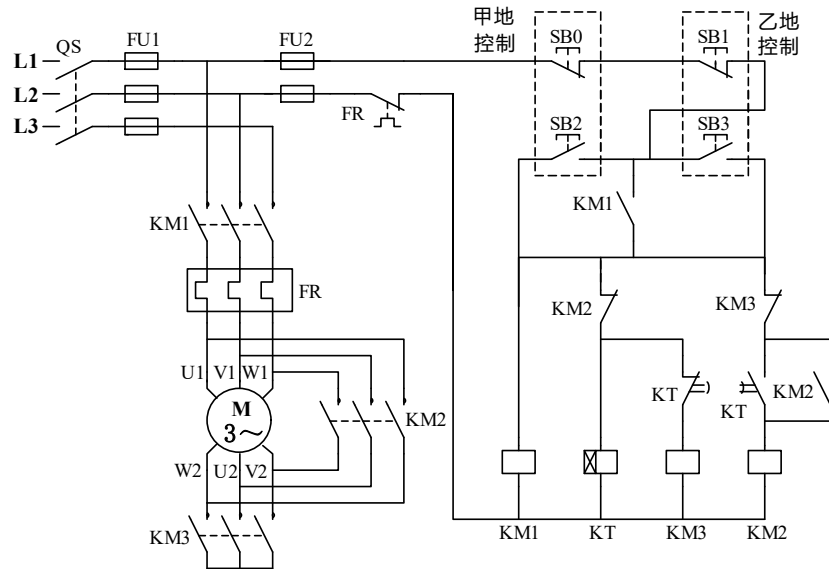

图3-2-4 两地控制的电动机Y—Δ降压启动控制线路
某企业现采用继电器接触控制系统实现电动机两地控制，控制线路如图3-2-4所示。请分析该控制线路图的控制功能，并用可编程控制器对其控制线路进行改造。
1. 根据图3-2-4所示原理图，分析该线路的控制功能；